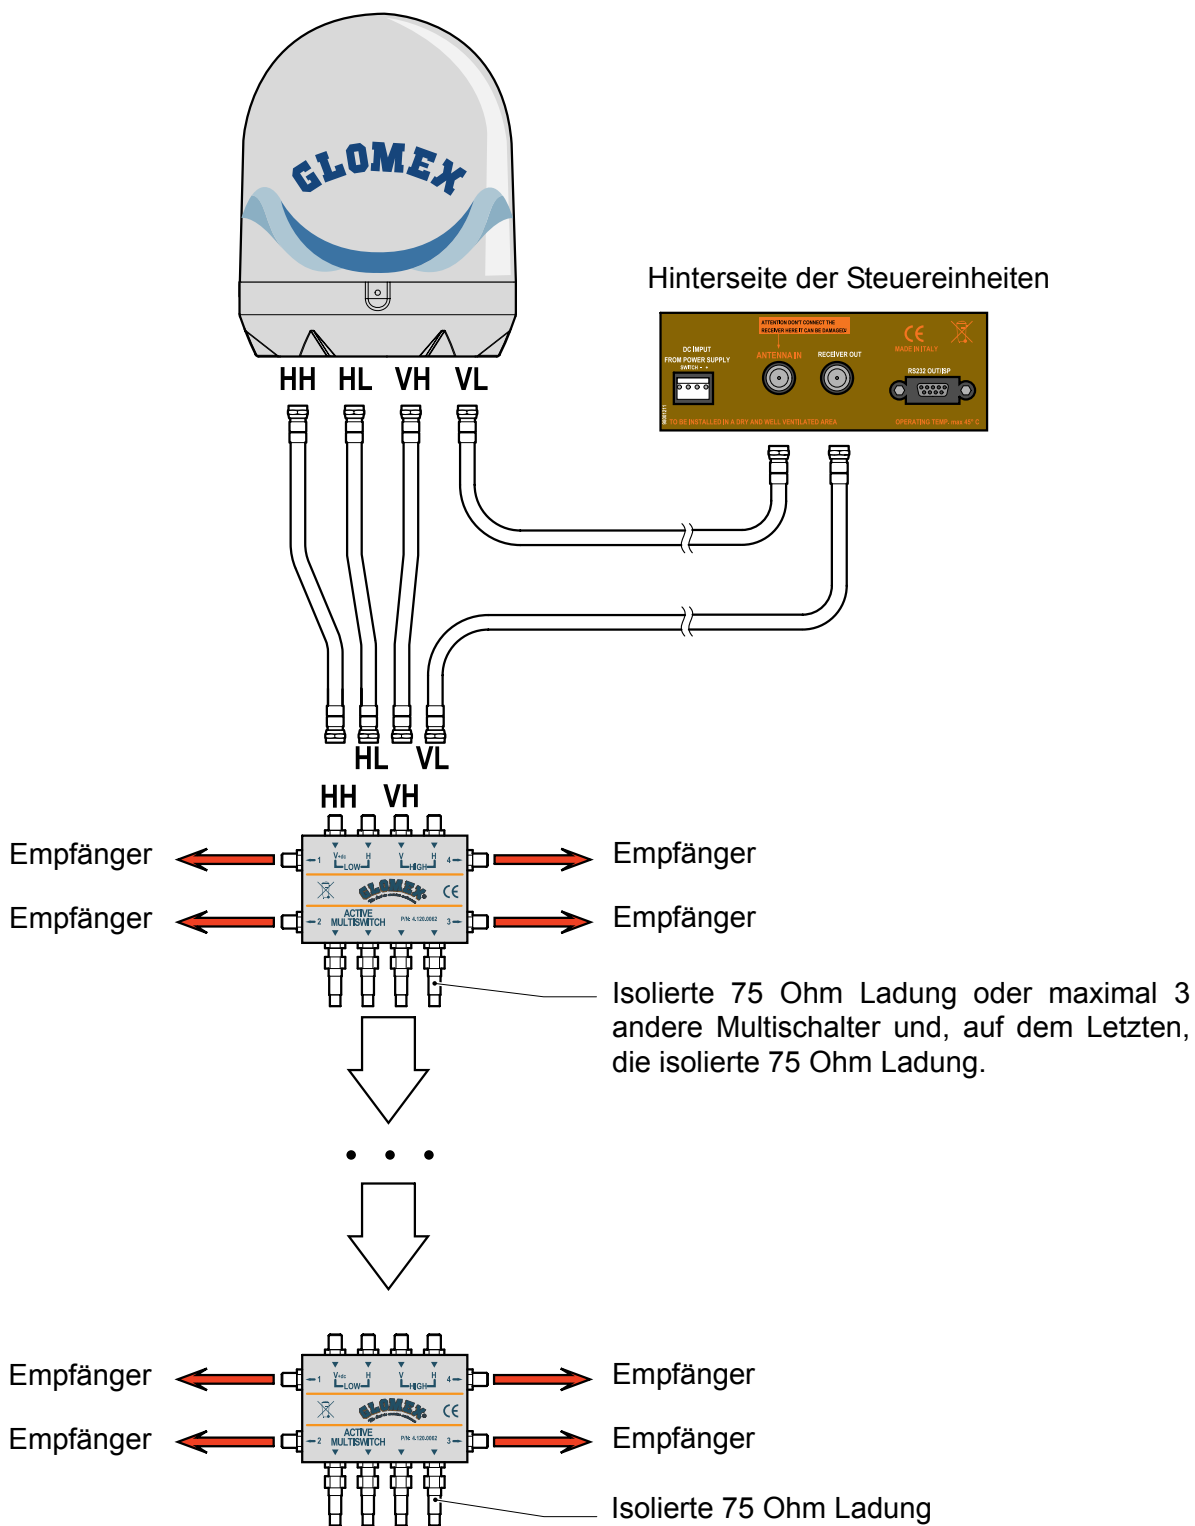

Abb. 20
6. Für Modell R9804, schließen Sie die Kabel an, und dabei befolgen Sie die Angaben in Abb. 20.